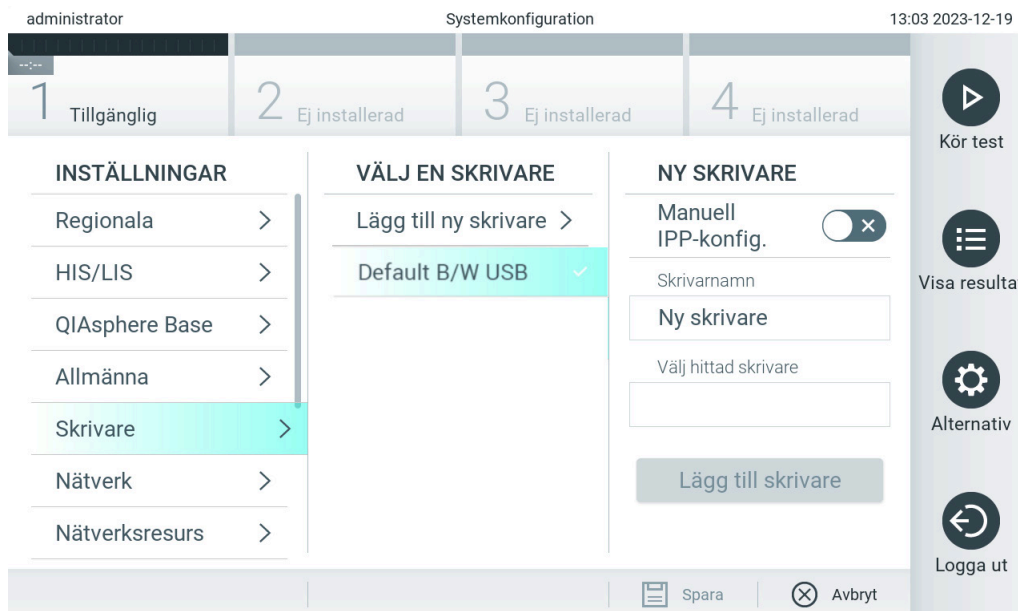

Bild 104. Skrivarinstallation med drivrutinsinstallation.
5. Klicka på **Add Printer** (Lägg till skrivare) (bild 104).
6. Klicka på **Add Printer** (Lägg till skrivare) (bild 104).